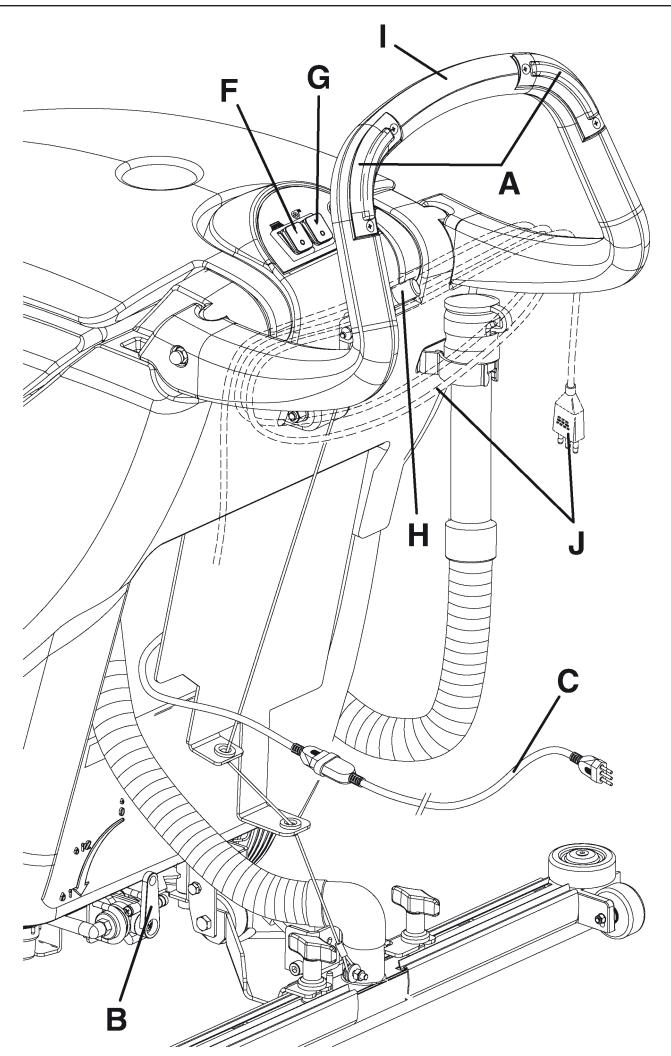

Figure 10
2. Tout en gardant les mains sur le guidon (I, Fig. 10), déplacer la machine et commencer le travail de lavage/séchage du sol.
Afin d'éviter d'endommager la surface du sol à nettoyer : ne pas utiliser la brosse/disque à sec lorsque la machine est au repos, arrêter la rotation de la brosse/disque au moyen du bouton-poussoir (A, Fig. 10).
Avant de soulever la brosse/disque, en arrêter la rotation au moyen du bouton-poussoir (A, Fig. 10).
3. Si besoin est, modifier la quantité de solution distribuée à la brosse/disque, à l'aide du levier (B, Fig. 10).
1. Positionner les interrupteurs de rotation brosse et d'aspiration (F et G, Fig. 10) sur "0".
2. Débrancher la fiche du câble d'alimentation (C, Fig. 10) du réseau électrique. Enrouler le câble d'alimentation autour du guidon en position (J).
3. Soulever l'embouchure en tournant le levier (H, Fig. 10) vers le haut, jusqu'à fin de course.